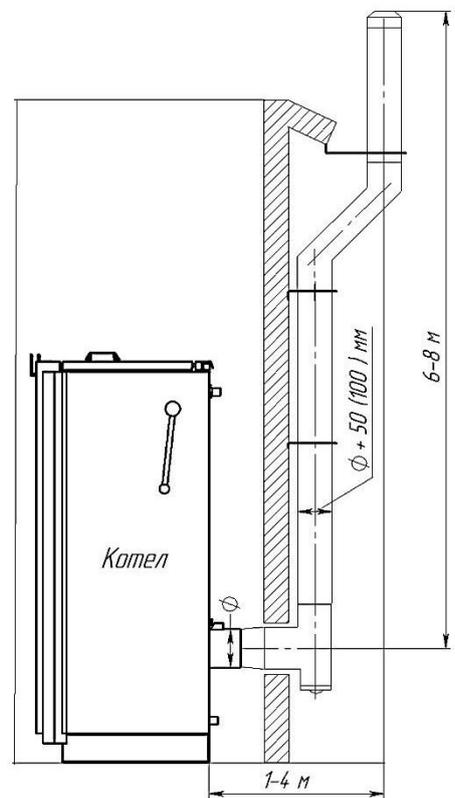

Рис. 24
2.8.8 Горизонтальный участок 45° длина 1-4 м. Вертикальный участок 6-8 метров с расширением трубы 5-100 мм. (Расширение начинается с момента поворота) (см рис. 24).